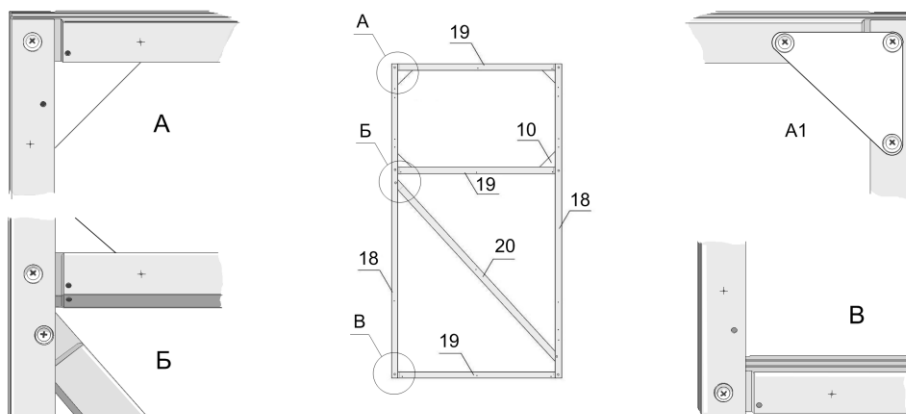

Рис. 8
3.4.1. Возьмите две стойки двери № 18 и соедините их между собой тремя поперечинами двери № 19 (см. рис. 8).
Внимание! Сначала произведите крепление каркаса двери саморезами 4,2 x 16 с наружной стороны теплицы. При креплении нижней поперечины двери № 19 средняя полка профиля должна располагаться вверху, для предотвращения загрязнения внутреннего пространства профиля (см. рис.8-В).
3.4.3. Поверните каркас двери внутренней стороной вверх и произведите крепление саморезами. В оконном проёме закрепите косынки № 10 (см. рис.8-А1) для фиксации форточки в закрытом состоянии.